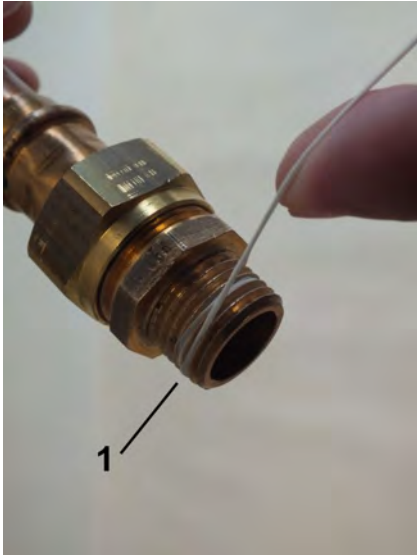

Abb. 10: Dichtfaden aufbringen
2. Dichtfaden (Abb. 10/1) in Gewinderichtung auf das aufgebraute Gewinde aufbringen, dabei Mengenangaben des Dichtmittel-Herstellers beachten